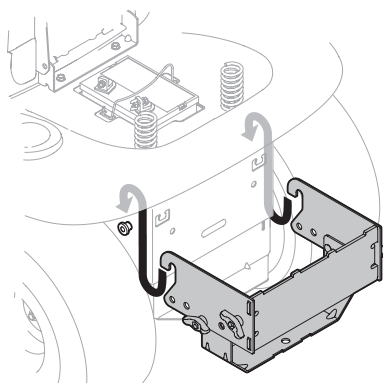

Figure 3
1. Placez les crochets du support de montage sur les boulons à épaulement de l'appareil. Alignez le trou central du support d'attelage avec le trou central du support d'attelage du tracteur. Voir Figure 3.